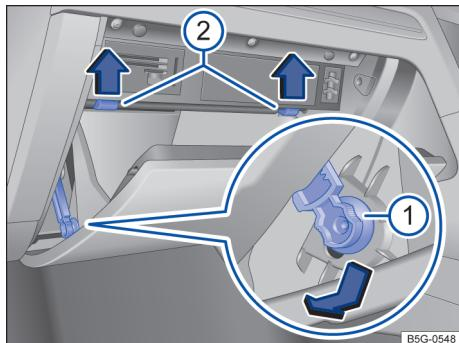

Fig. 176 Cobertura da caixa de fusíveis no painel de instrumentos: veículos com direção à direita, no lado do passageiro dianteiro.
- Empurrar o elemento de freio para baixo na abertura do suporte e retirar lateralmente → Fig. 176 ①.
- Pressionar os pinos batente para cima no sentido da seta e ao mesmo tempo abrir mais o porta-luvas → Fig. 176 ②.
- Para *instalar*: colocar o porta-objetos na posição. Inserir o elemento de freio na abertura do suporte e empurrar para cima até que se possa ouvir que encaixou. Pressionar o porta-objetos cuidadosamente para frente por cima da resistência do pino de batente → Fig. 176 ②.